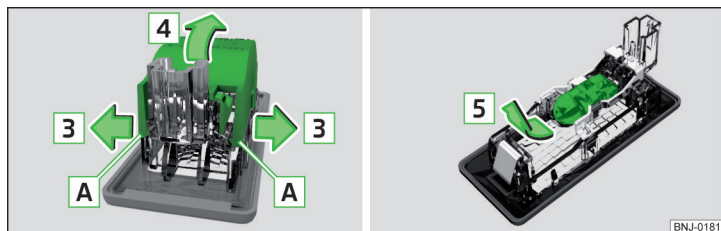

Fig. 215 Afmontering af afdækning / Udskiftning af pære
- Løsn afdækningen til lygten i området **A** samt i pilens retning **3** » Fig. 215.